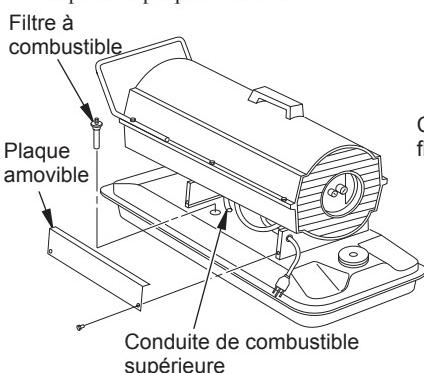

Figure 15 - Dépose du filtre à combustible, modèles 40/55T/70T
3. Détachez la conduite de combustible supérieure de l'embase du filtre (voir Figure 15 ou 16).
3. Enlevez les 4 vis de la plaque amovible avec une clé à douille de 5/16 po. Retirez la plaque amovible (voir Figures 15 et 16).
- Remettez la plaque amovible (voir Figures 15 et 16, page 11).
2. Enlevez les vis de la plaque amovible avec une clé à douille de 5/16 po (voir Figure 15 ou 16, page 11).
2. Enlevez les (4) vis de la plaque amovible avec une clé à douille de 5/16 po pour exposer la commande d'allumage (voir Figure 15 ou 16, page 11).
7. Remettez la plaque amovible (voir Figure 15 ou 16, page 11).